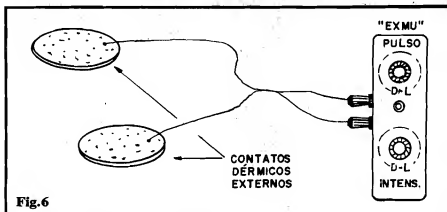

Fig.6
- FIG. 6 - OS CONTATOS DÉRMICOS (ELETRODOS) EXTERNOS - Conforme se vê das figuras 4 e 5, está prevista a possibilidade de utilização de eletrodos externos, através dos dois jaques "banana" incorporados à caixa do EXMU...